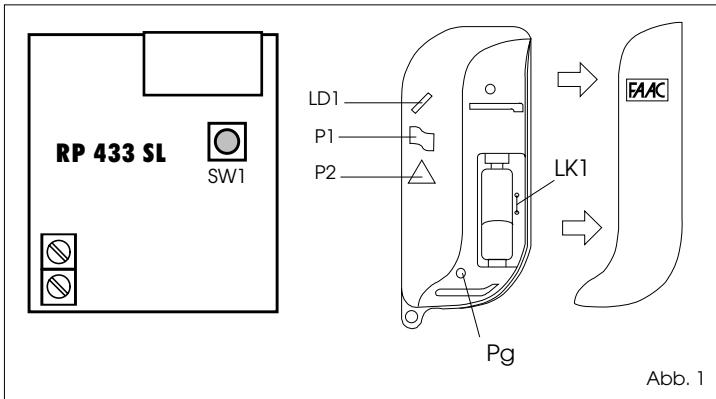

Abb. 1
- 1) Durch Abschieben des Deckels gem. Abb.1 das Sendergehäuse öffnen, wodurch die Taste zur Codeerzeugung (Abb.1-Pos.Pg) zugänglich wird.
- 2) Die dem jeweils zu kodierenden Kanal zugeordnete Aktiviertaste P (Abb.1) drücken und gedrückt halten.
- Hierbei sicherstellen, daß die Anzeige-Led (Abb.1-Pos.LD1) aufleuchtet.
- 3) Die Taste Pg zur Codeerzeugung (Abb.1) ca.1 Sekunde drücken.